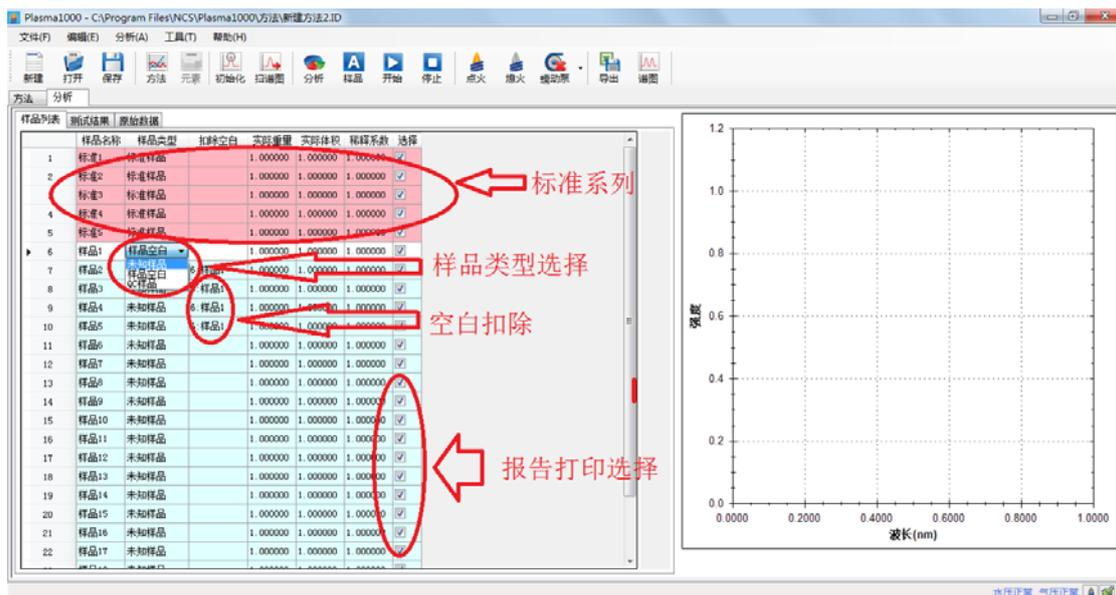

图 17 样品列表
9) 样品添加完成后，界面如下图 17 所示。在这个界面我们能够看到标准系列、样品列表、样品类型设置、空白扣除和报告打印的选择。设定完成后，保存方法。